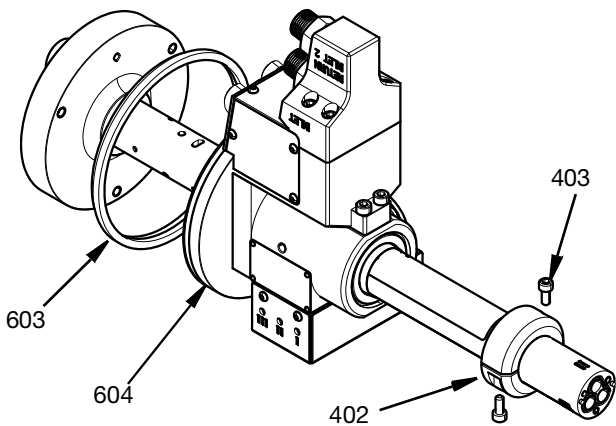

FIG. 25
5. Sızdırmazlık halkasını (603), rulman yatağının (604) dış tarafındaki oluğa yerleştirin. Tamamlanmış birimi orta gövdeye (101) kaydırın ve rulman yatağı yüzünün, orta gövdenin yüzüne sıkı bir şekilde oturduğundan emin olun. Kilit halkasını (401) orta gövde üzerine kaydırın ve iki adet M5 vidayı (403) sıkın. 57,5 in-lbs (6,5 N•m) torkla sıkın. Bkz. FIG. 25.